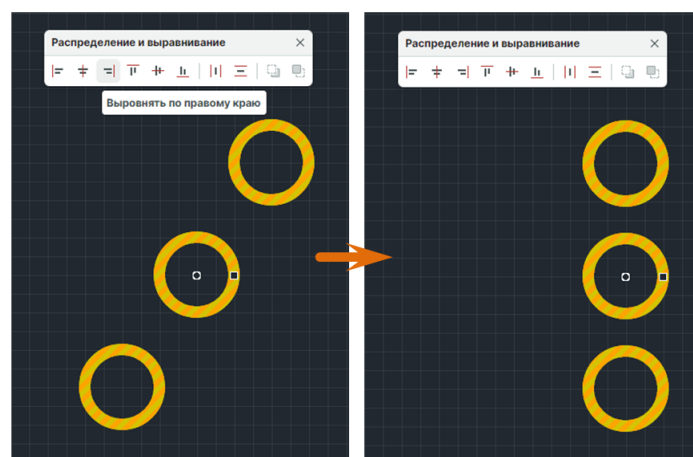

Рис. 396 Выравнивание по правому краю
2. На панели «Распределение и выравнивание» выберите инструмент «Выровнять по правому краю», который обозначен иконкой , см. Рис. 396.